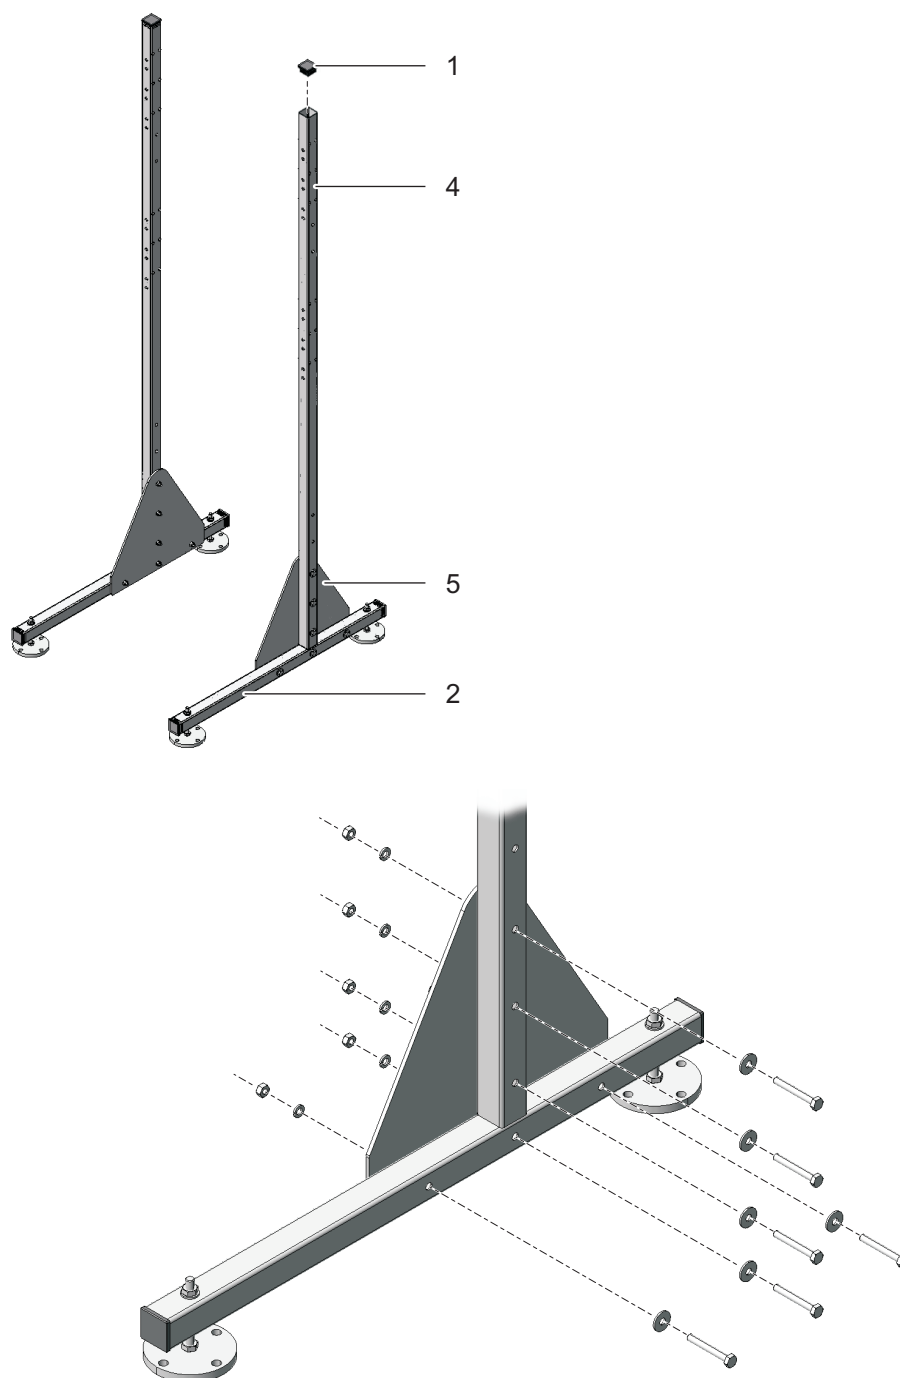

Abb. 3-2: Tragrohre mit den Bodenrohren verbinden
- 3 Drücken Sie Schutzstopfen aus Plastik (1) in die oberen Enden der beiden Vierkant-Tragrohre (4).
- 4 Verbinden Sie mit Hilfe der dreieckigen Stabilisatorbleche (5) die beiden Vierkant-Tragrohre (4) mit dem vormontierten Bodenrohren (2). Verwenden Sie für jede Seite jeweils sechs Sechskantschrauben, große Unterlegscheiben, Federringe und Muttern wie in Abb. 3-2, 28 gezeigt. Achten Sie auf einen spiegelbildlichen Aufbau der beiden Seiten.